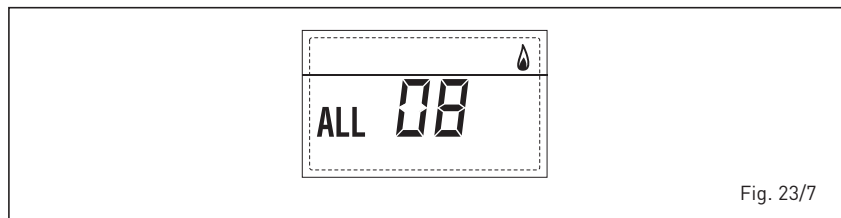

Fig. 23/7
- **WATER CIRCULATION ANOMALY ALARM 09 (fig. 23/8)**